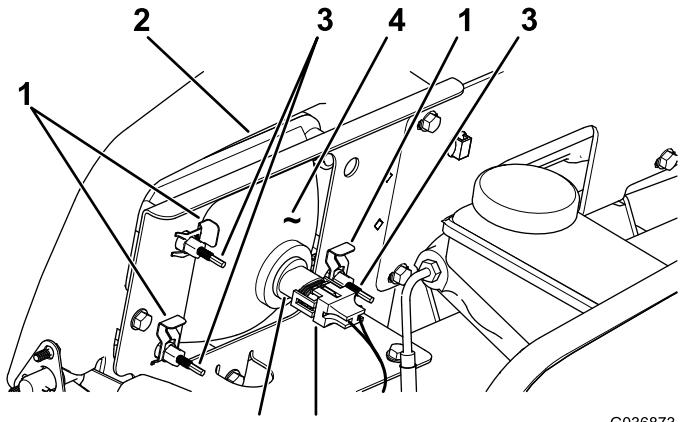

Bild 52
3. Schließen Sie den elektrischen Anschluss für den Kabelbaum vom Lampenanschluss ab (Bild 52).
4. Entfernen Sie die Schellen, mit denen der Scheinwerfer an der Scheinwerferhalterung befestigt ist (Bild 52).
5. Schieben Sie den Scheinwerfer nach vorne durch die Öffnung in der vorderen Stoßstange und entfernen Sie ihn (Bild 52).
6. Setzen Sie den neuen Scheinwerfer durch die Öffnung in der Stoßstange ein (Bild 52).
8. Schließen Sie den elektrischen Anschluss für den Kabelbaum am Lampenanschluss an (Bild 52).
2. Drehen Sie die Einstellschrauben an der Rückseite des Scheinwerfers (Bild 52), um den Scheinwerfer zu drehen und den Scheinwerferstrahl einzustellen.